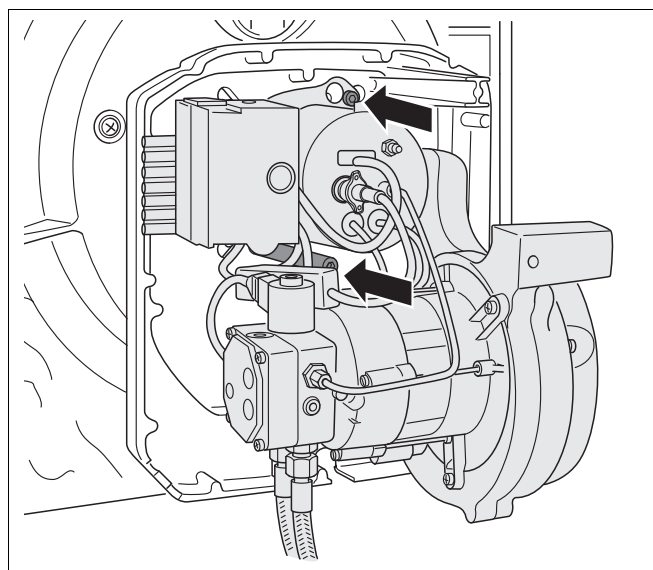

Abb. 23 Brenner an der Rückwand befestigen
- Brenner auf die beiden Schrauben in der Brennerrückwand (Abb. 23) aufsetzen.